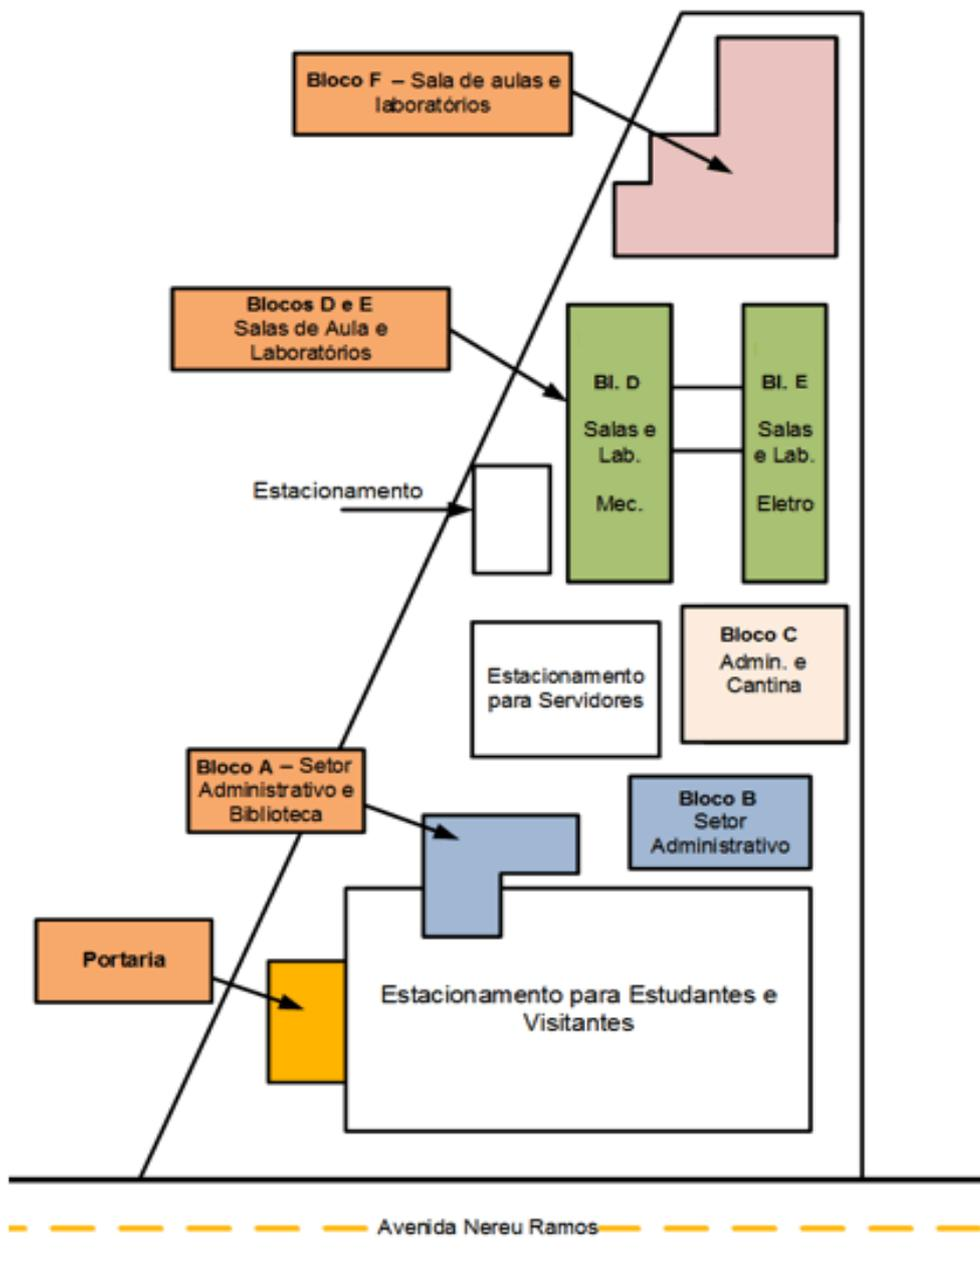

Figura 17 – Distribuição dos Espaços Construídos no Câmpus de Chapecó
A Figura 17 mostra de forma esquemática a distribuição das áreas construídas no câmpus Chapecó. Para o curso superior, o câmpus conta com 20 laboratórios operantes, sendo cinco deles na área de eletroeletrônica, quatro na área de mecânica e seis na área de controle e automação, além de quatro laboratórios para informática e um laboratório de química e física.
O Câmpus Chapeco, conforme Figura 17, possui 18 salas de aula, sendo que 4 salas localizam-se no bloco de acesso (B), 5 no Bloco D, 4 no Bloco E e outras 5 no Bloco F.